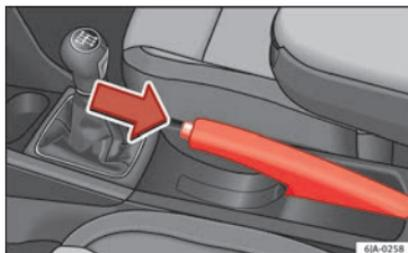

Fig. 176 Console centrale: freno a mano.
- Tirare leggermente la leva del freno verso l'alto e **contemporaneamente** premere il tasto di sblocco » fig. 176.